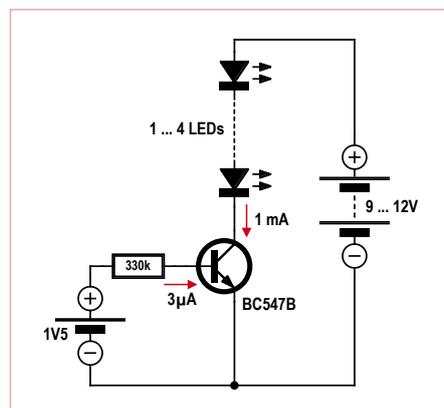

Bild 2. Konstanter Strom.
**Bild 2** zeigt eine Konstantstromquelle mit nur einem Transistor. Man kann die Versorgungsspannung in weiten Grenzen ändern oder auch die Anzahl der in Reihe geschalteten LEDs variieren. Der Kollektorstrom ändert sich kaum. Man sagt, die Konstantstromquelle hat einen großen differentiellen Innenwiderstand  $R_i = dU/dI$ . Der konstante Basisstrom wird hier über eine separate Spannungsquelle aufgetrieben. Man könnte so auch eine Spannungs-Stabilisierung realisieren, die zum Beispiel stabile 3 V aus einer unstabilen Betriebsspannung macht. Aber richtig genau wird das nicht. Insbesondere sorgt die Streuung im Stromverstärkungsfaktor dafür, dass man den genauen Kollektorstrom nicht voraussagen kann.